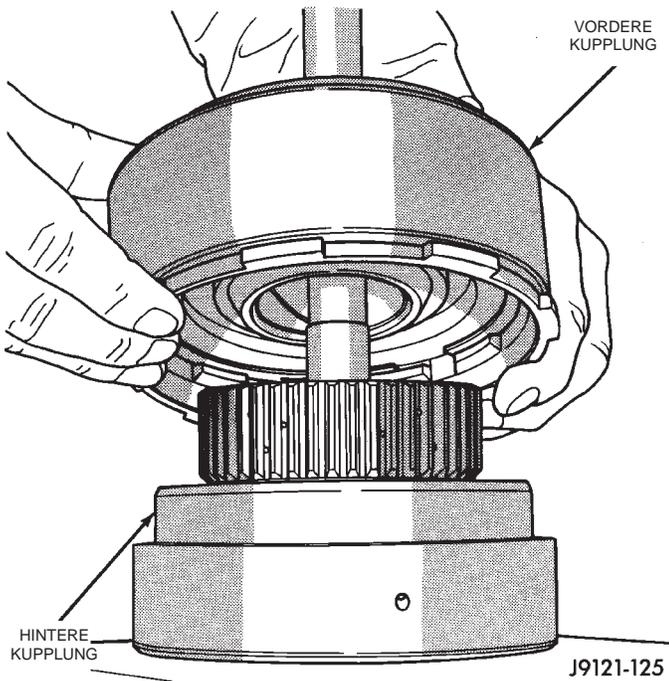

Abb. 76 Vordere Kupplung von hinterer Kupplung trennen
(19) Vordere Kupplung von der hinteren Kupplung abheben (Abb. 76). Kupplungsgruppen bis zur Überholung ablegen.